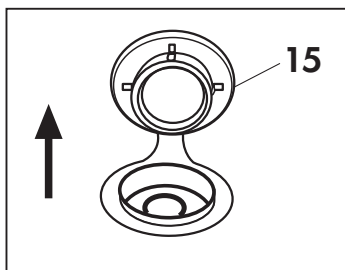

Fig. 8
Verser de l'eau du robinet ou des détergents non mousseux dans le réservoir prévu à cet effet en soulevant le bouchon (15) **(Fig. 8)**